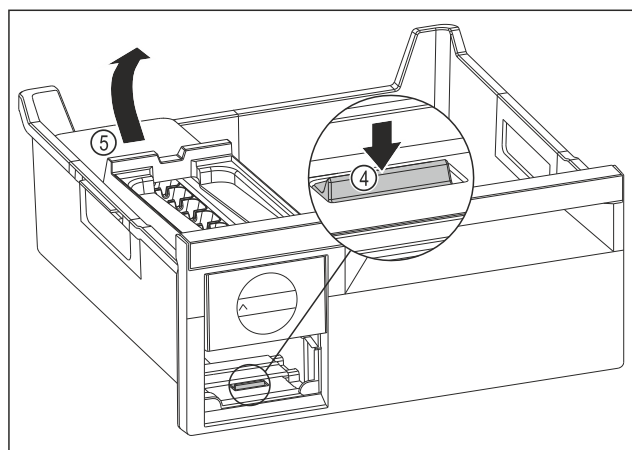

Fig. 171
- Heqja e kutisë EasyTwist-Ice: Shtypni me gisht gjuhëzën Fig. 171 (4) për poshtë dhe në të njëjtën kohë ngrini lart kutinë EasyTwist-Ice Fig. 171 (5) nga prapa me dorën tjetër.